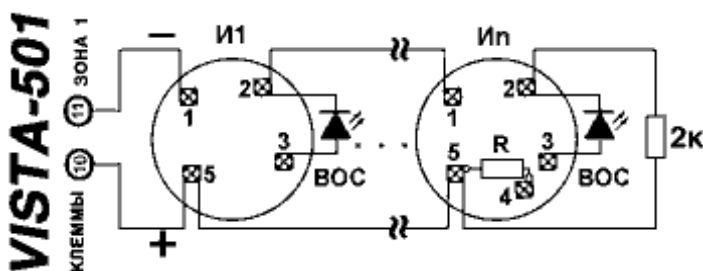

Рис. 1. Схема включения извещателей серии ECO1000 в пожарный шлейф панели VISTA-501
- При использовании пожарных шлейфов или модулей согласования извещатели устанавливаются в базы E1000B (без резистора). Можно использовать базы E1000R (с резистором R) при подключении положительного проводника ШС к 5 контакту базы, т.е. резистор R не используется (рис. 1).
На рис. 1 показана схема включения извещателей серии ECO1000 в пожарный шлейф (зона 1, клеммы 10, 11) панели VISTA-501. Включение производится по обычной 2-х проводной схеме. Извещатель I1 установлен в базу E1000B, извещатель In - в базу E1000R. Независимо от типа используемой базы положительный проводник ШС подключается к 5 контакту (резистор R базе E1000R не используется). Оконечный элемент шлейфа - резистор 2 кОм. В шлейф 1 зоны можно подключать до 14 извещателей серии ECO1000.